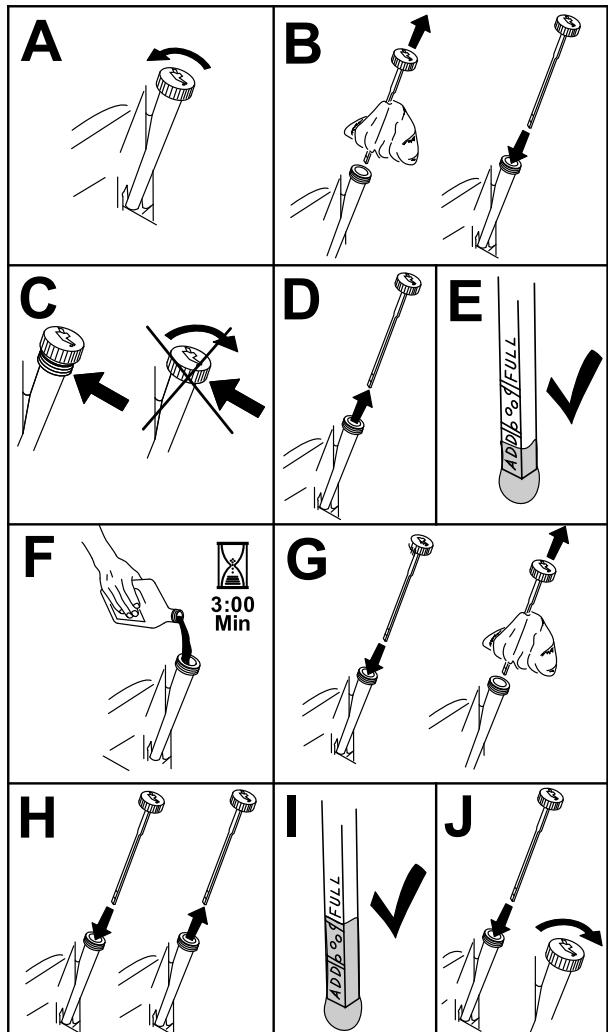

Figura 55
3. Para manter a sujidade, as aparas de relva, etc., fora do motor, limpe a área em torno da tampa de enchimento e vareta antes de a remover (Figura 55).